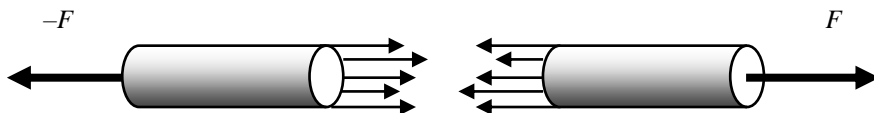

Рис. 1
**Напряжение.** В любом сечении деформированного тела действуют силы упругости, препятствующие разрыву тела на части (рис. 1).